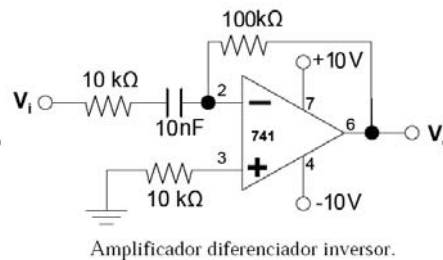

Fig. 2
- Montar e energizar o circuito da Fig. 2